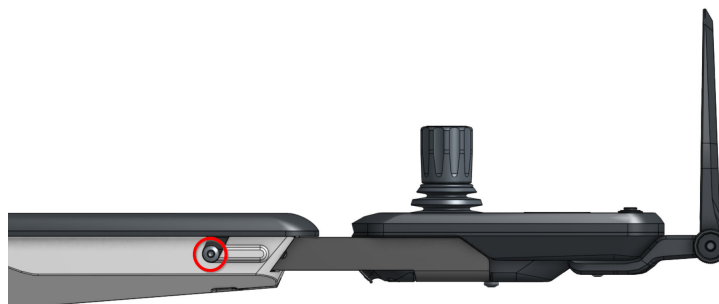

Abbildung 14. Zu lösende Schrauben, um die Position der Steuerkonsole zu verstellen (beidseitig lösen)
1. Löse die zwei Schrauben (Abbildung 14, „Zu lösende Schrauben, um die Position der Steuerkonsole zu verstellen (beidseitig lösen)“ [24]).